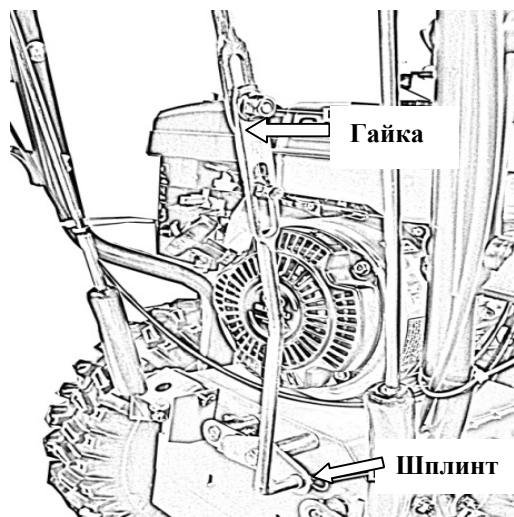

Рис. 4.
2. Извлечь пружинный шплинт из «Г-образного» конца тяги и ослабить гайку тяги (**см. Рис. 4**).